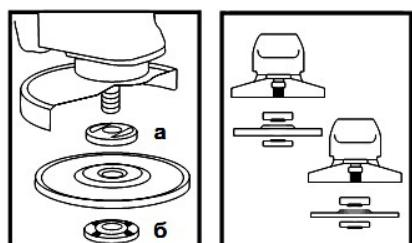

Рисунок 2
**4.4** Встановіть на виріб шліфувальний або відрізний круг. Для цього натисніть на кнопку фіксації шпинделя (1) і поверніть шпиндель до такого положення, при якому він зафіксується. За допомогою вілочного ключа з комплекту виробу відверніть і зніміть затиснку гайку (6) (дивіться рисунок 2). Встановіть шліфувальний диск на посадкове місце фланцевої шайби (5) (рисунок 2), наживіть рукою затиснку гайку на шпинделі і затягніть її ключем з комплекту виробу. Відпустіть кнопку фіксації шпинделя і переконайтесь в тому, що кнопка звільнена, через дво- або триразове натискання. Проверніть диск і переконайтесь, що шпиндель розблокований.